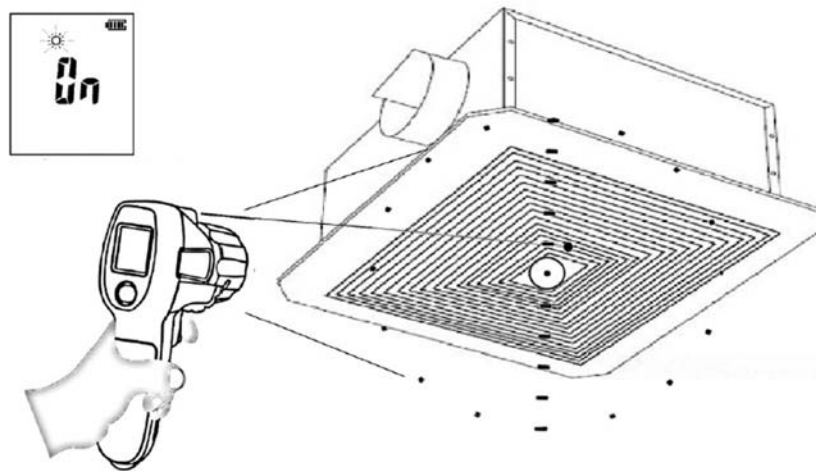

Abb. 19: Messung von Ausgangstemperatur aus HVAC Systemen
3. Richten Sie den weißen Lichtstrahl (siehe Abb. 3 – Teil 1) aus dem Lüftungssystem (siehe Abb. 19) aus und führen Sie die Messung wie oben beschrieben durch.